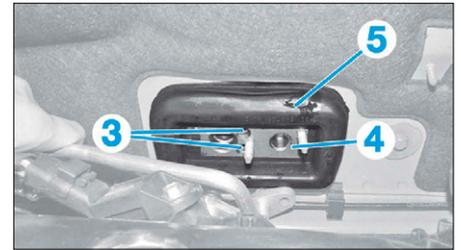

FIG. 13
- les vis (3) (Fig.13)
- le détendeur (4) avec le caoutchouc d'étanchéité (5).